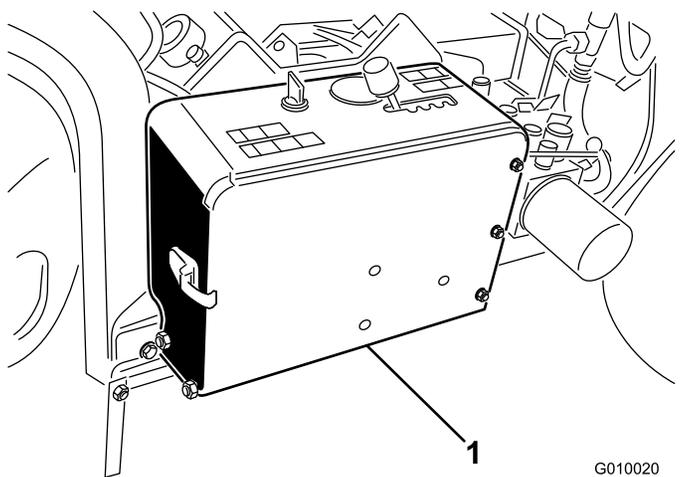

Рисунок 5
2. Извлеките аккумуляторную батарею из аккумуляторного отсека (Рисунок 5).